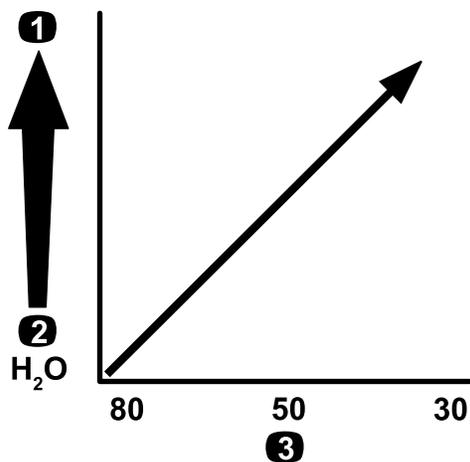

Figura 21
**Importante:** Quando pulveriza com soluções ou químicos de maior viscosidade (mais espessos) com pós solúveis, talvez precise de utilizar uma rede de filtro adicional (mais grossa) para o filtro de sucção opcional; consulte Figura 21.